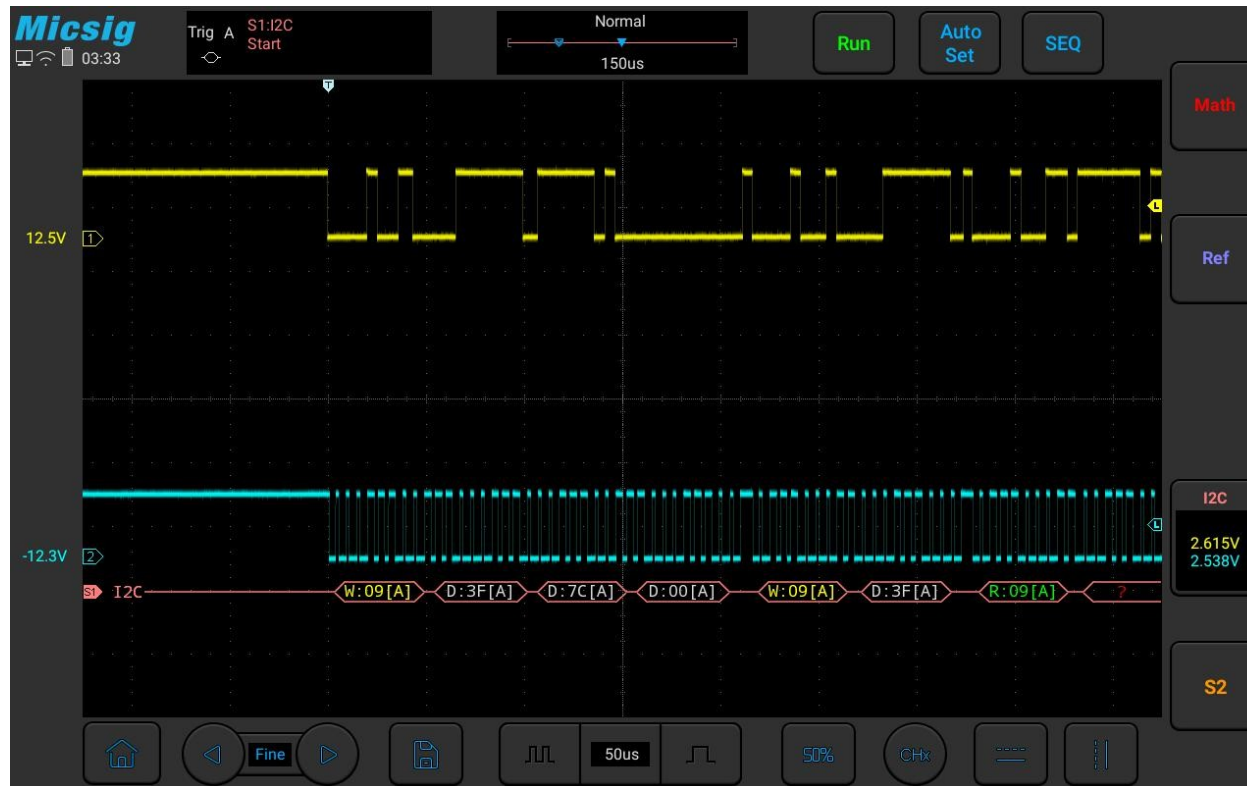

Abbildung 11-24 Grafische I2C-Oberfläche
- (1) Tippen Sie auf S1, um den Dekodierkanal zu öffnen, und klicken Sie erneut auf S1, um das Buskonfigurationsmenü zu öffnen;
- (2) Wählen Sie als Bus-Typ „I2C“ aus, öffnen Sie das Bus-Einstellungsmenü und wählen Sie den Takt SCL als Kanal Ch2 aus;
- (3) Öffnen Sie das Konfigurationsmenü für den Triggermodus und tippen Sie auf dem Touchscreen auf „Startbedingung“.
- (4) Stellen Sie den Schwellenwert der beiden Kanäle entsprechend der Signalamplitude ein; die grafische Benutzeroberfläche für den I2C-Trigger ist in Abbildung 11-24 dargestellt: